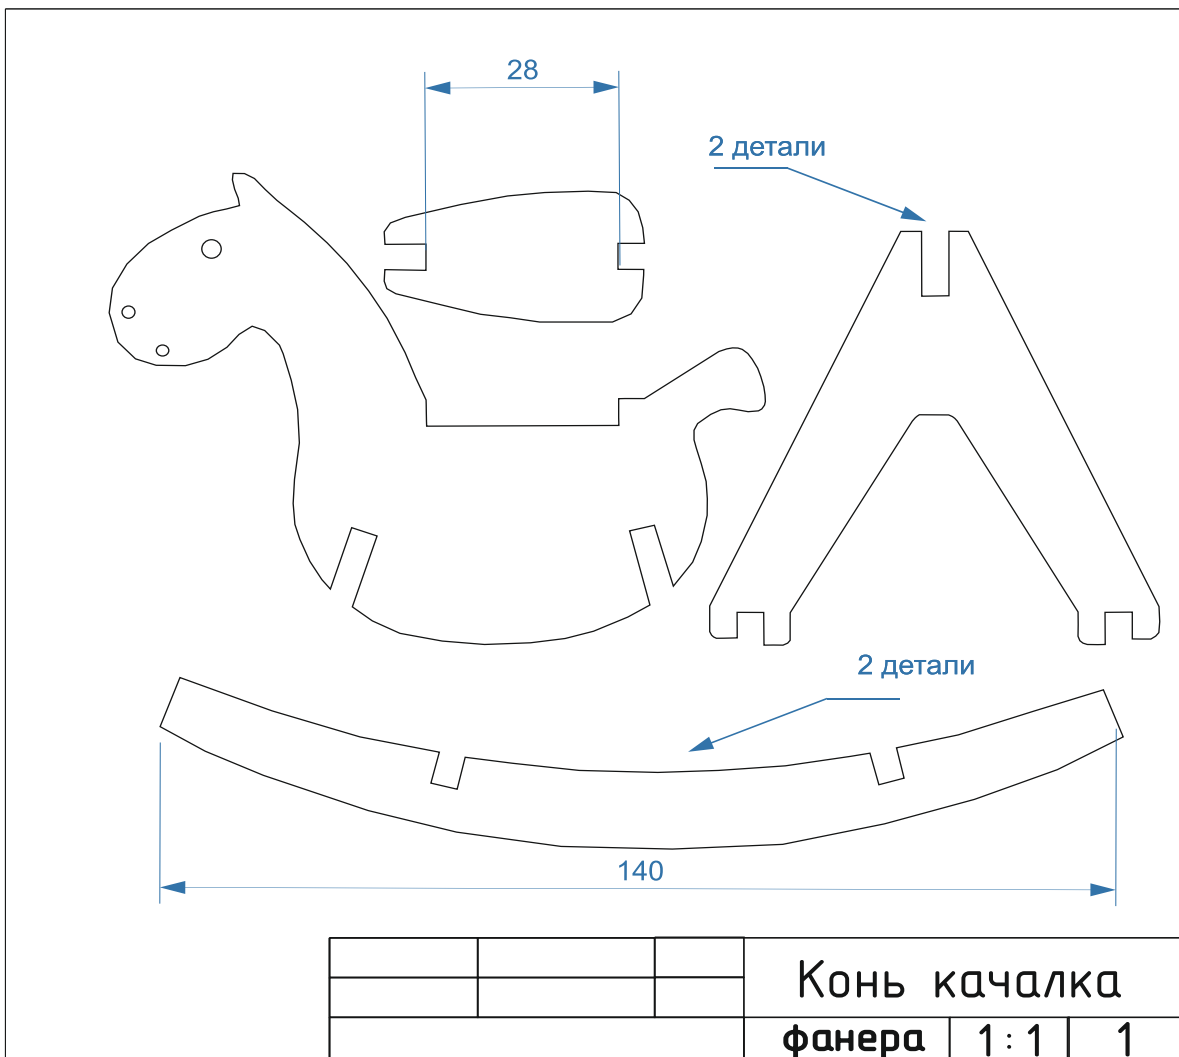

Рис. 1. Чертеж Конь качалка
2. По чертежу изготовить Конь качалка (рис. 1).